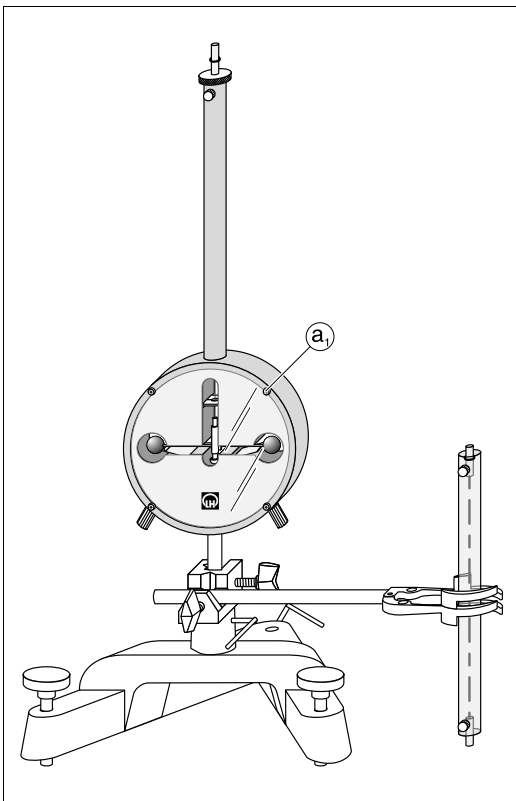

Fig. 8.1
- Monter la balance (le corps du pendule étant bloqué) dans un pied en V nivelable (par ex. 300 01/06) de façon à ce que le dos soit devant; fixer dans une pince le tube de protection avec le ruban de torsion de rechange (683 21) pour qu'il soit plus facile à manipuler (Fig. 8.1).
- Montar la balanza (con el cuerpo del péndulo enclavado) sobre una base de soporte nivelable (por ej., 300 01/06), de tal modo que la parte posterior quede adelante. Para un manejo seguro se debe asegurar con una pinza (Fig. 8.1) el tubo protector con la cinta de torsión de recambio (683 21).